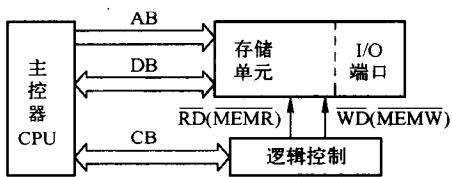

图 1-4 存储器映像 I/O 编址
在此方式中，CPU 对存储器的读/写和对 I/O 端口的输入/输出操作可使用全部的存储器操作指令，寻址方式灵活，而且可寻址外设数量也多。在读 (RD) 或写 (WD) 控制下，完成数据的输入 (读)，输出 (写)，如图 1-4 所示。